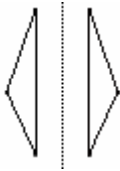

图 4.7.20 图元的镜像
Step3. 系统提示选取一个镜像中心线，选择图 4.7.20 所示的中心线（如果没有可用的中心线，可用绘制中心线的命令绘制一条中心线。这里要特别注意：基准面的投影线看上去像中心线，但它并不是中心线）。